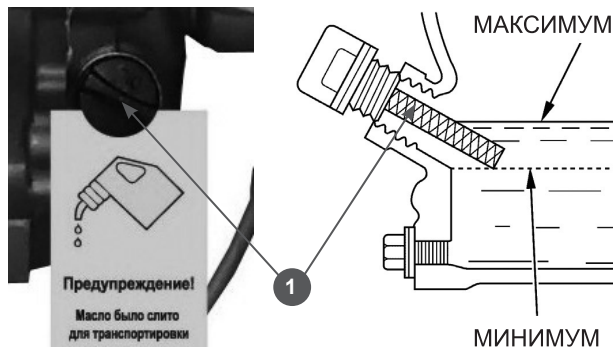

Рис.7
2. Снимите крышку/щуп маслозаливного отверстия (1) Рис.7